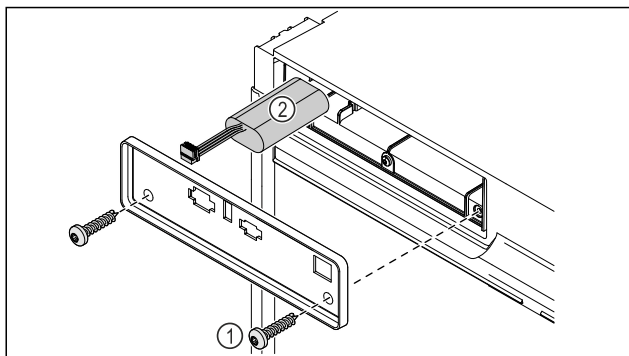

Fig. 228
- Svitare le viti e rimuovere la copertura sul lato posteriore dell'apparecchio Fig. 228 (1).
- Disinnestare la batteria ed estrarla Fig. 228 (2).